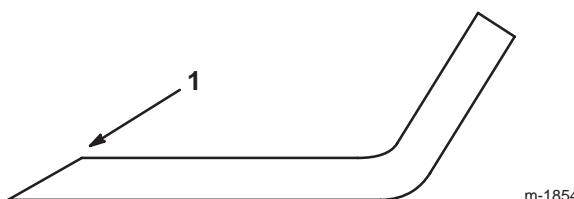

Figure 30
1. Au moyen d'une lime, aiguissez les tranchants aux deux extrémités de la lame (Fig. 30) en veillant à conserver l'angle de coupe d'origine. Limez la même quantité de métal sur les deux tranchants pour ne pas déséquilibrer la lame.